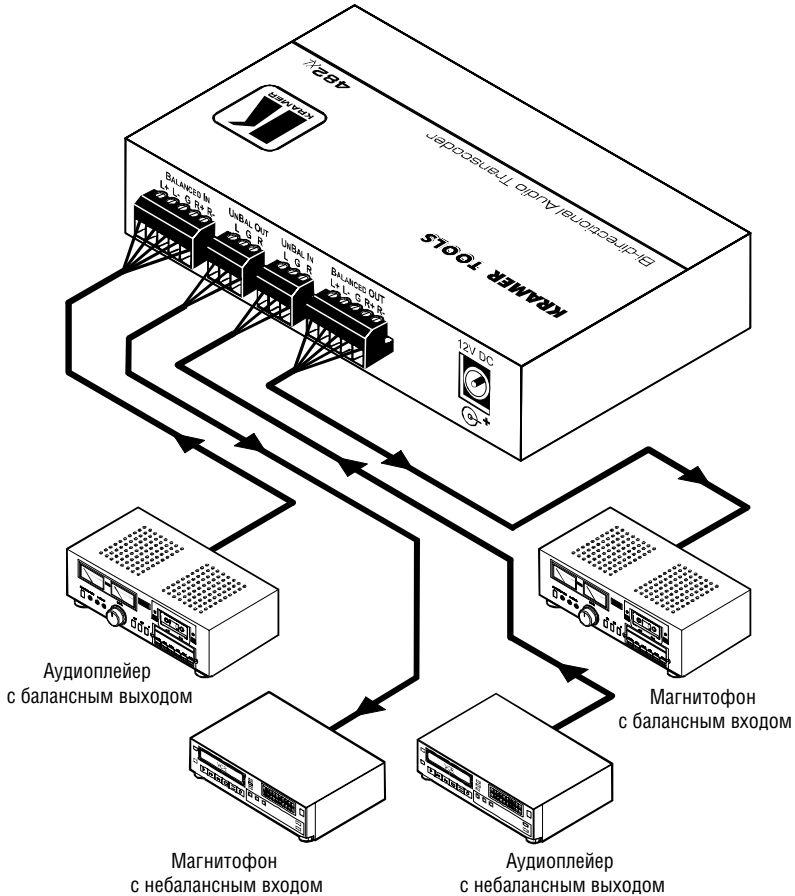

Рис. 3. Подключение источников и приемников сигнала к двунаправленному аудиотранскодеру 482x1
Подключение источников и приемников сигнала к **482xI** иллюстрирует рис. 3.
5. Подключите выход источника питания к разъему питания *12V DC*, а источник питания вставьте в розетку электросети (не показана на рис. 3).